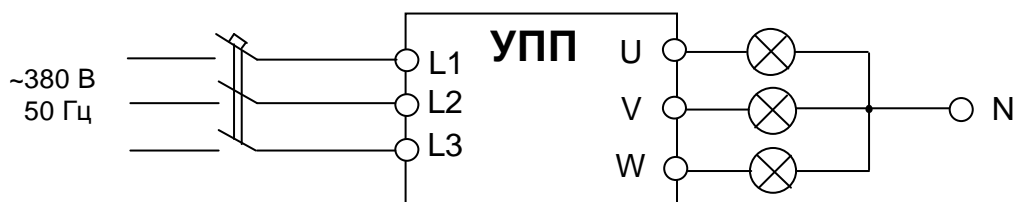

Рис. 4.8. Подключение к УПП ламп накаливания.
4.9.2. Произвести подключение УПП к сети согласно рис.4.8.
4.9.3. Подсоединить к выходным шинам (U, V, W) три лампы, соединенные «звездой» (рис.4.8). Мощность каждой лампы должна быть не менее 100 Вт. Среднюю точку ламп – соединить с нейтральным проводом питающей сети.